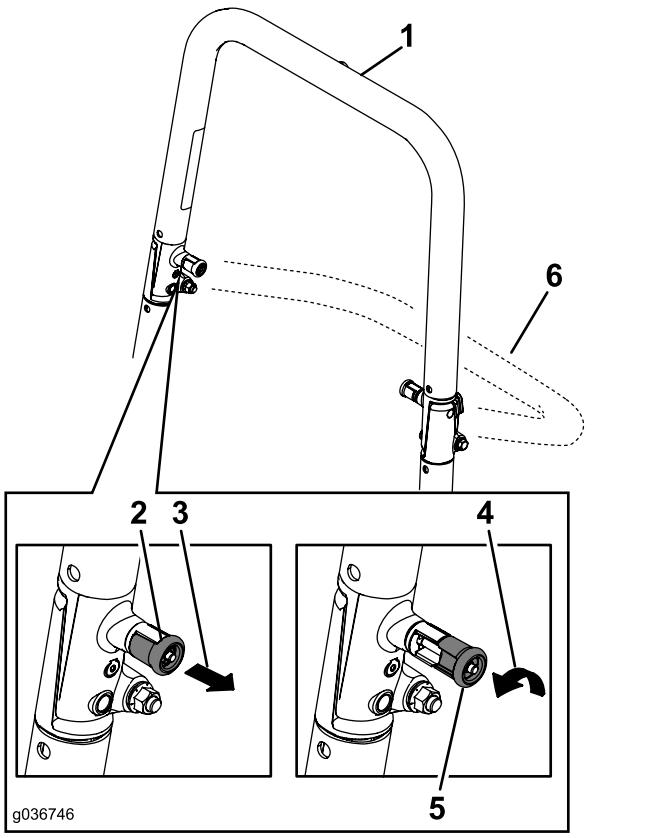
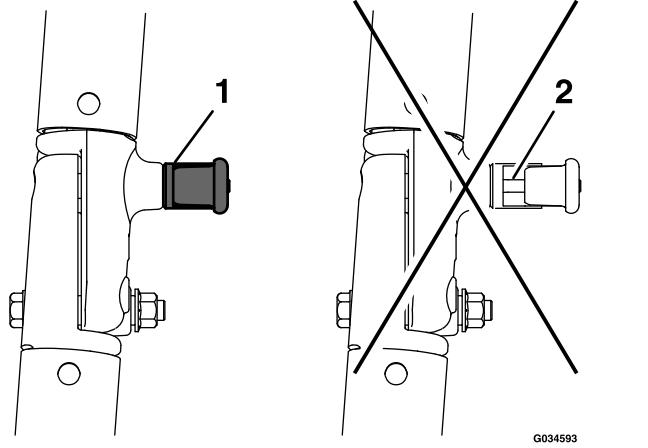

Figura 56
Figura 57
**Nota:** Puede ser necesario empujar hacia adelante o tirar hacia atrás de la parte superior de la barra anti-vuelco para que se bloquean completamente ambos pomos (Figura 56 y Figura 57).